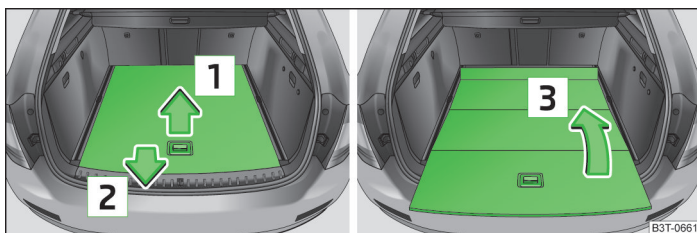
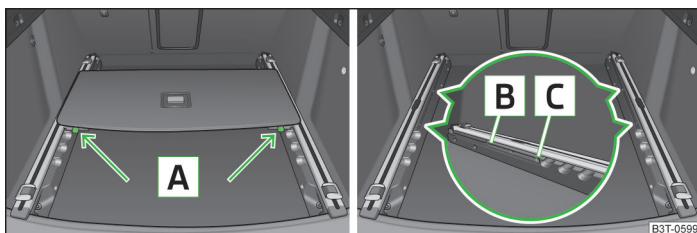

Fig. 99 Portbagajul: pliarea podelei variabile
Fig. 100 Portbagajul: Demontarea podelei variabile
- Prindeți de mâner partea din spate a podelei, ridicați puțin în sensul săgeții **1** » fig. 99 și scoateți-o peste bara de protecție în sensul săgeții **2**, până când se fixează în decupajul **C** » fig. 100.
- Prin mișcarea în sensul săgeții **3** » fig. 99, pliați podeaua.
- Apăsăți tastele de siguranță **A** » fig. 100 și extrageți podeaua.
- Împingeți podeaua spre în față, până când se fixează în decupajele **B** din șine » fig. 100.